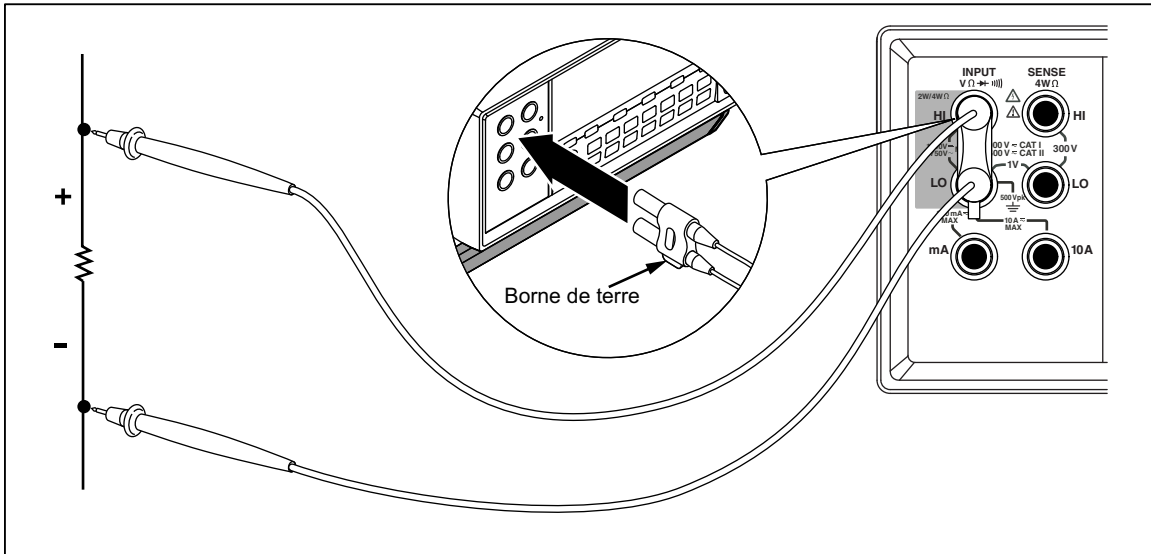

Figure 3-7. Branchements d'entrée pour les mesures de résistance à quatre fils ohms à l'aide des cordons 2x4 fils eue26.eps
1. Raccordez les cordons de mesure aux connecteurs d'entrée du multimètre conformément à la figure 3-7.